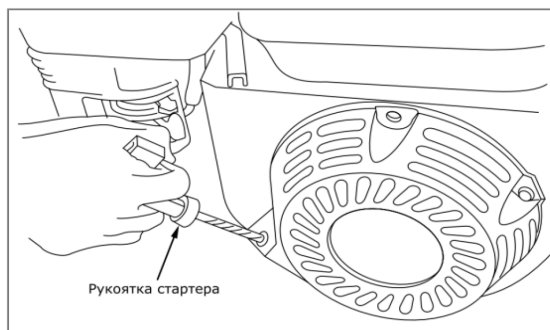

Рис. 24
- Проверните коленчатый вал двигателя ручным стартером до тех пор, пока не почувствуете сопротивление, затем медленно опустите ручку стартера вниз. Снова медленно потяните за ручку стартера, пока не почувствуете, что стартер вошел в зацепление с маховиком, после чего, резко и с усилием потяните за ручку стартера и запустите двигатель (рис. 24). При необходимости повторите.